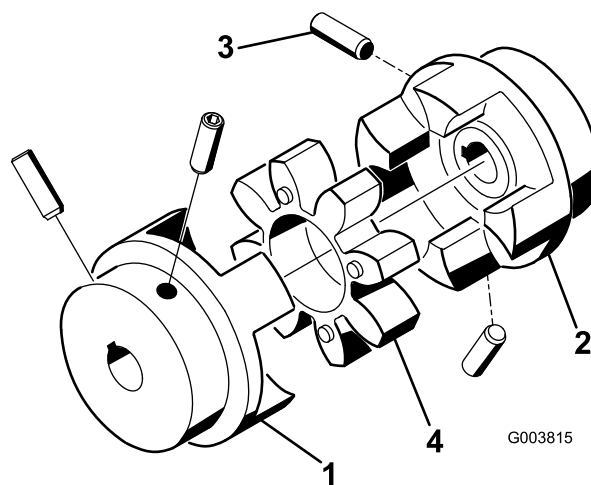

Figura 10
**Nota:** Certifique-se de que a aranha do acoplador (Figura 10) não se encontra no acoplador.
- Aperte os parafusos de afinação que fixam os acopladores do motor e do eixo da ventoinha (Figura 10) com 6,6 a 9,3 Nm.